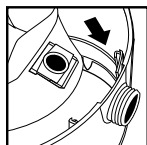

FIGURA 24
34. Deslice el deflector de entrada con la bolsa filtrante acoplada en la guía del deflector. **FIGURA 24.**